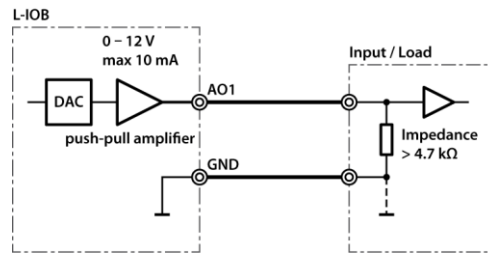

Abbildung 117: Analogausgänge
Abbildung 117 zeigt den Anschluss von Analogausgängen (AO). Beachten Sie, dass die Analogausgänge mit „0-10V OUT“ beschriftet sind, tatsächlich aber über 11V liefern können.